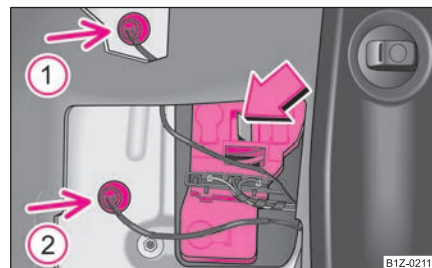

Fig. 238 Desmontaje del
- Saque las bombillas de la luz piloto (flechas ① y ②) ⇒ fig. 238.